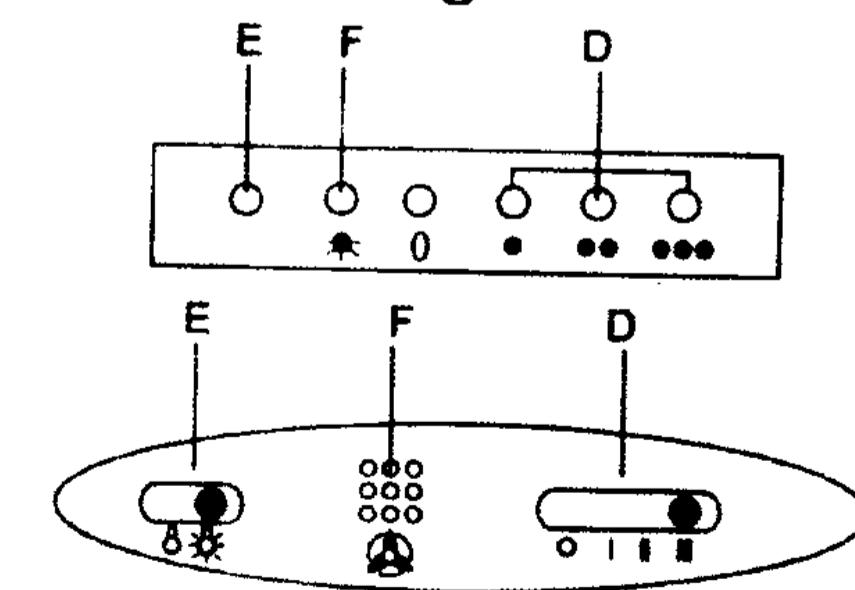

Fig.6
- 4 position switch controls the motor (0.1st, 2nd, and 3rd speed) (Figure 6, Ref. D).
- Control lamp for motor operation (Fig. 6, Ref. E).
- Light switch (Figure 6, Ref. F).
- 4standen schakelaar voor de motor (stand 0, 1e, 2e en 3e snelheid) (Fig. 6 ref. D).
- controlemalpje voor de motor (Fig. 6 ref. E)
- schakelaar voor de verlichting (Fig. 6 ref. F).